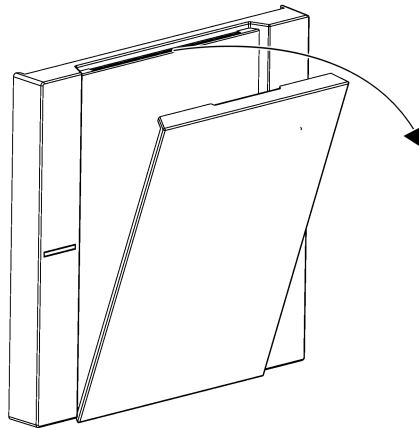

Figura 10: Estrarre il coperchio dello spazio dicitura
- Estrarre il coperchio dello spazio dicitura dall'interruttore a bilico tirando l'intaglio su un lato (Vedi figura 10).